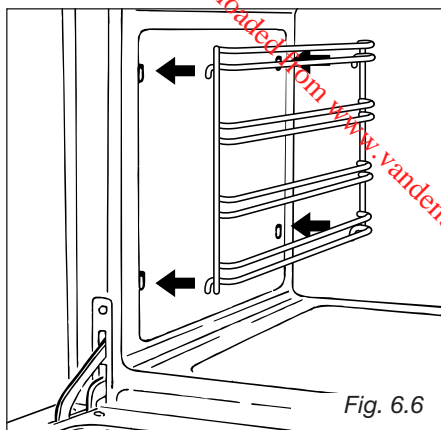

Fig. 6.6
- Enganchar los armazones laterales en los orificios de las paredes laterales de la parte interna del horno (Fig. 6.6)